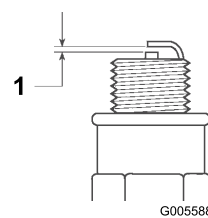

Figura 50
4. Ajuste el hueco entre los electrodos central y lateral a 0,76 mm (Figura 50).